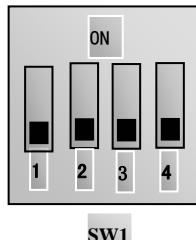

图 4-4 拨码开关
(2) 按方式键，进入编程菜单。
(3) 进行电机参数学习：操作步骤与例 1 完全相同。
(4) 设置变频器的功能参数：
① 进入 F106 参数，设置为 0，控制方式选择无速度传感器矢量控制；
② 进入 F203 参数，设置为 1，选择模拟 AI1, 0~5V 电压端子频率设定方式；
③ 进入 F208 参数，设置为 1，选择方向端子（OP5 设置为自由停车，OP6 设置为正转；OP7 设置为反转）控制运行；
(5) 对于三相变频器控制端子排附近有一四位红色拨码开关 SW1，如图 4-4 所示。拨码开关的作用是选择模拟量输入端子 AI1、AI2 的输入范围（0~5V/0~10V/0~20mA）。实际使用时通过 F203 来选择模拟量输入通道。按图示把开关 1 和 3 拨到 OFF 位置，选择 0~5V 电压调速。